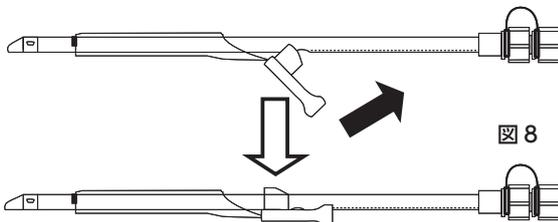

図8
2. 補助チューブ先端部の目盛がシース先端と一致するまで補助チューブを挿通し、補助チューブ把持部を補助チューブと嵌合させる。この状態を交換シース組立体と呼ぶ。(図8)